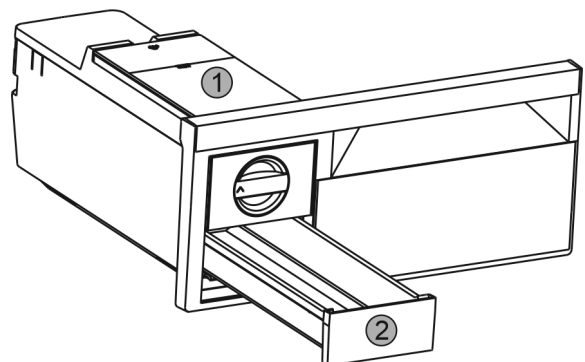

Fig. 53
- ▶ Enlever le réservoir d'eau Fig. 53 (1) et le tiroir à glaçons Fig. 53 (2).